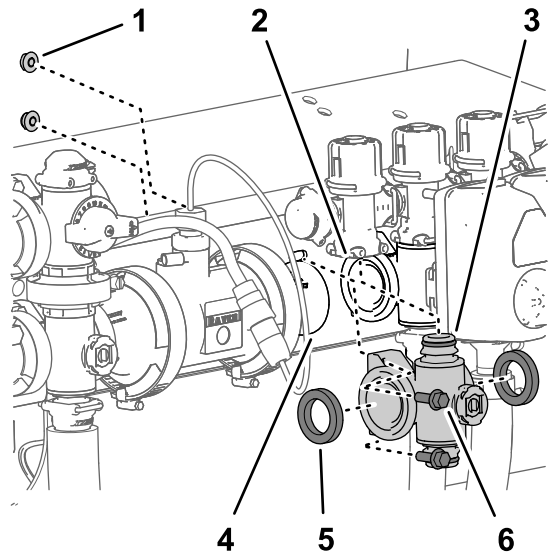

Bild 127
Bundkopfschrauben ($\frac{1}{4}'' \times \frac{3}{4}''$) und die zwei Sicherungsbundmutter ($\frac{1}{4}''$), mit denen der Abschnittventilverteiler an der Ventilstütze befestigt ist (**Bild 127**).
- Schieben Sie den Abschnittventilverteiler und die Dichtungen nach unten, um einen Abstand zum Abschnittsicherheitsventil zu erhalten; entfernen Sie sie dann von der Maschine (**Bild 127**).